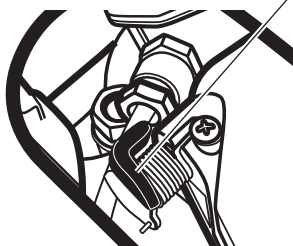

Рис. 10
- Рычагом декомпрессора двигателя приведите его в открытое положение (во время запуска двигателя клапан декомпрессора автоматически закроется) (рис. 10).
• Удерживая декомпрессор (рис. 10), поверните ключ выключателя зажигания в положение «СТАРТ». Через несколько секунд после того, как вал двигателя наберет максимальные обороты, отпустите декомпрессор и отпустите ключ зажигания сразу после того, как двигатель генератора заведется (ключ выключателя зажигания при этом автоматически займет положение «ВКЛ»).